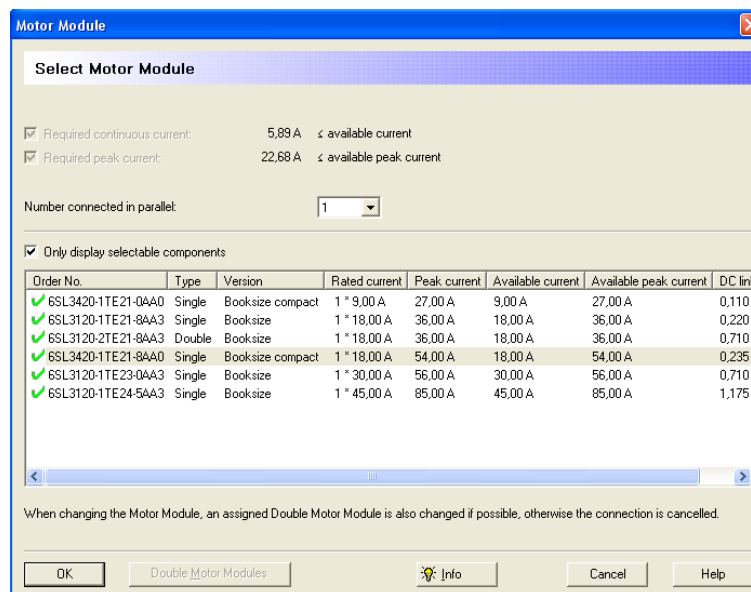

Figura 3.2.54 “Select Motor Module”
- *Motor Module*: mostrara una ventana (figura 3.2.54) en la cual se elegirá el módulo que mejor se ajuste al motor anteriormente seleccionado.